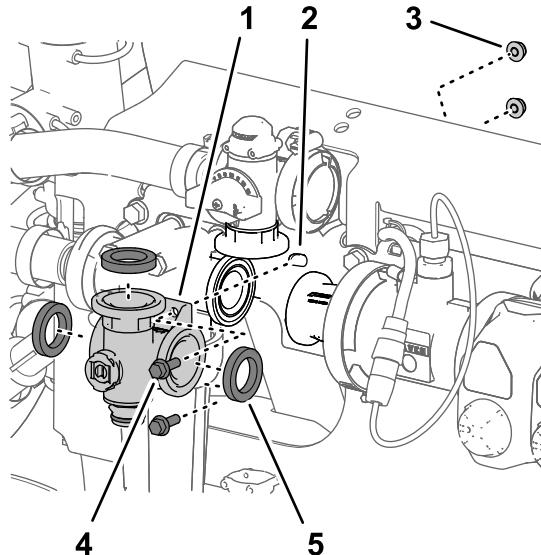

図 124
3. 攪拌バルブマニホールドをバルブサポートに固定しているフランジヘッドボルト $\frac{1}{4} \times \frac{3}{4}$ " 2本とフランジロックナット $\frac{1}{4}"$ 2個を取り外す 図 124。
4. 機体から攪拌バルブマニホールドとガスケットを取り外す 図 124。